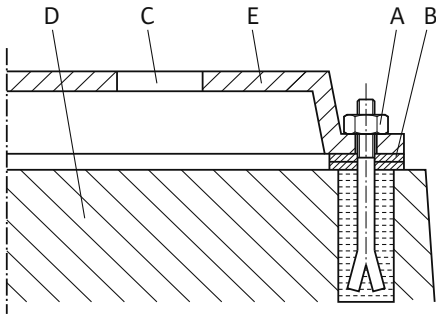

Fig. 15: Ejemplo de atornilladura a los cimientos
**Ejemplo de atornilladura a los cimientos (Fig. 15):**